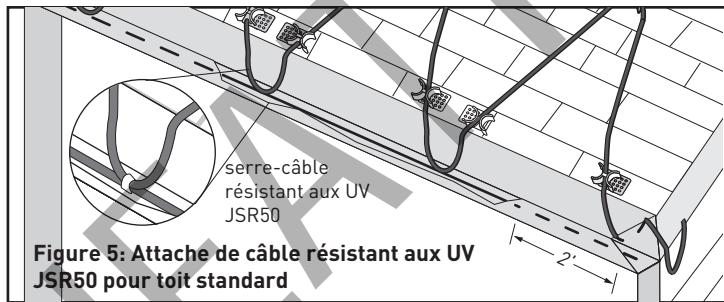

Figure 5: Attache de câble résistant aux UV JSR50 pour toit standard
- Boucler le câble chauffant sur la partie en porte-à-faux du toit. C'est la partie qui s'étend au-delà du mur du bâtiment. Prolonger le bas de chaque boucle de câble chauffant au-dessus du bord du toit et, à l'aide d'un serre-câble résistant aux UV, relier le bas de chaque boucle au câble passant dans la gouttière pour assurer un canal de drainage à l'extérieur du toit et dans la gouttière et la descente pluviale. Le câble passant dans la gouttière doit rester contre le fond de la gouttière, comme illustré aux figures 5 et 6.